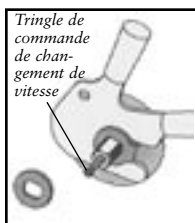

Figure 3.38 - Tige de changement de vitesse DualDrive et rondelles d'axe
5. Dévissez la tringle de commande de changement de vitesse (Figure 3.38).